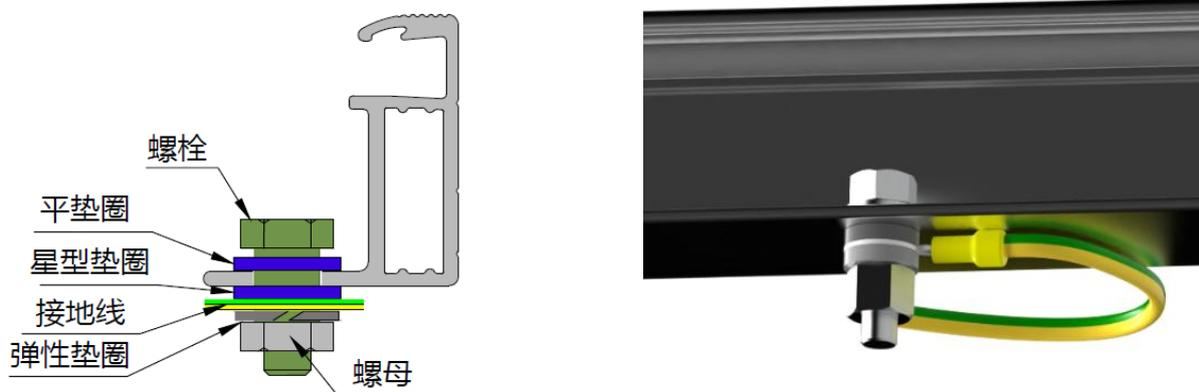

图 11 螺栓接地图
- 组件背面边框的长边靠边缘部有直径为4mm的接地孔；根据 IEC 61730-1:2023 标准，边框上的接地孔标有典型的接地符号（≡）。该孔只可用于接地，因此不能用于组件安装。这种方法包括螺栓、平垫圈、起始垫圈、垫圈和螺母，见图 11。安装接地时应拧紧螺栓，组件边框不得额外打孔；